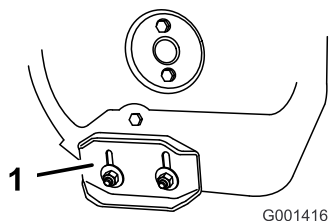

Figure 43
3. Desserrez les écrous de fixation des deux patins aux côtés de la vis sans fin jusqu'à ce que les patins puissent coulisser aisément vers le haut et vers le bas (Figure 43).